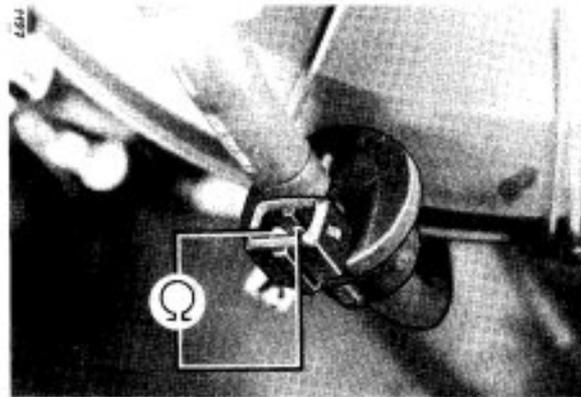

Bild 32
b. Innenwiderstand prüfen (Bild 32)